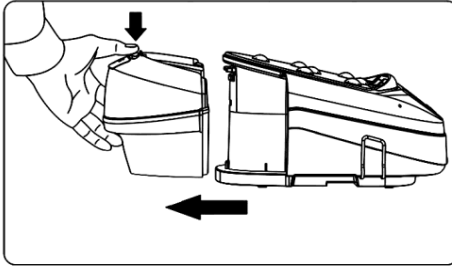

Abb. 1
2. Drücken Sie die Taste zur Entriegelung des Wassertanks, ziehen Sie ihn heraus, vgl. Abb. 1.